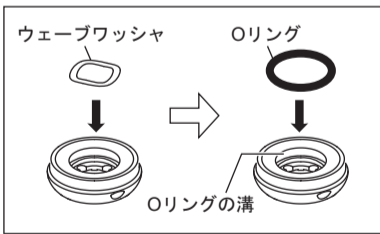

図18
- ヘッドキャップに新しいウェーブワッシャを入れてから、新しいOリングをOリングの溝に合わせ指で押し込みます(図18)。